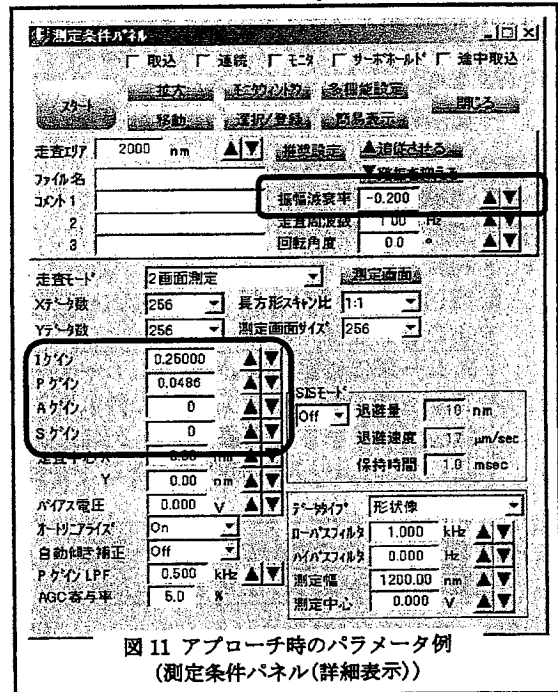

図 11 アプローチ時のパラメータ例
- (2) [測定条件パネル](詳細表示)のパラメータ(振幅減衰率, I ゲイン, P ゲイン, A ゲイン, S ゲイン)を図 11 のように設定